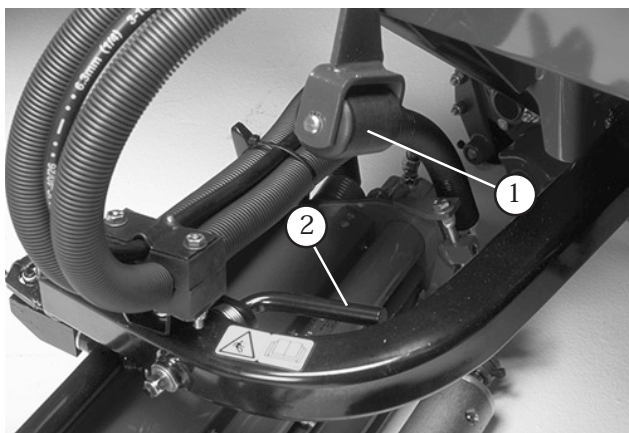

図11
10. ロックアップ・ローラの調整を点検する(図11)。Cuttingユニットが完全に上昇した状態でロックアップ・レバーに当たってCuttingユニットを支持するのが正しい状態である。